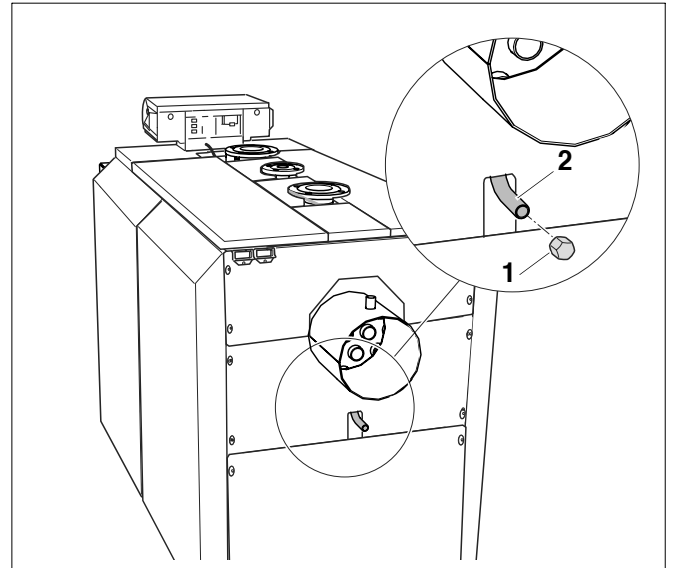

Fig. 52 Închiderea / deschiderea scurgerii pentru curățare
- Scoateți dopul scurgerii de curățare (fig. 52, **poz. 1**).
- Închideți din nou scurgerea pentru curățare (fig. 52, **poz. 2**) cu dopul aferent (fig. 52, **poz. 1**).